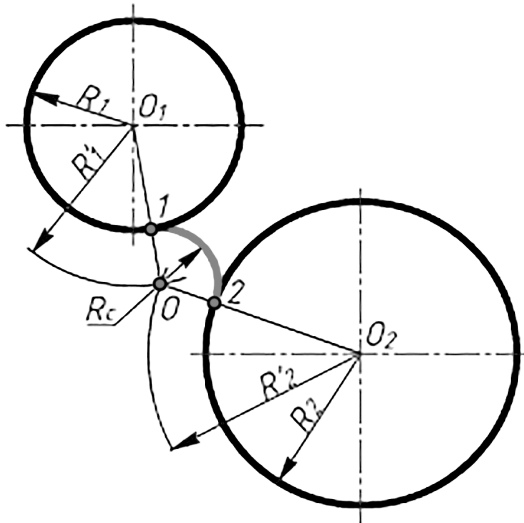

Рис. 40
*Сопряжение дуг: построение внешнего сопряжения.* Для нахождения центра сопряжения из центров окружностей  $O_1$  и  $O_2$  проводят вспомогательные дуги радиусом  $R'_1$  и  $R'_2$  до взаимного пересечения. Из центра  $O_1$  проводят вспомогательную дугу окружности радиусом  $R'_1$ , равном сумме радиуса сопрягаемой окружности  $R_1$  и радиуса сопряжения  $R_c$ . Из центра  $O_2$  проводят вспомогательную дугу окружности радиусом  $R'_2$ , равном сумме радиуса сопрягаемой окружности  $R_2$  и радиуса сопряжения  $R_c$ . Точка пересечения вспомогательных дуг  $O$  является центром сопряжения. Для определения точек сопряжения 1 и 2 следует соединить центр сопряжения ( $O$ ) с центрами окружностей ( $O_1$  и  $O_2$ ). Затем соединяют точки сопряжения из центра сопряжения  $O$  дугой радиусом  $R_c$  (рис. 40).